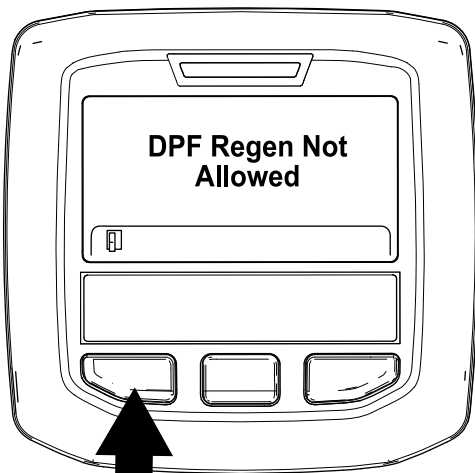

Figura 52
- Se il processo di rigenerazione non è consentito dal computer del motore, viene visualizzato il messaggio "Rigen. FAP non consentita" nell'InfoCenter (Figura 52). Premete il pulsante sinistro per uscire e tornare alla schermata Home.